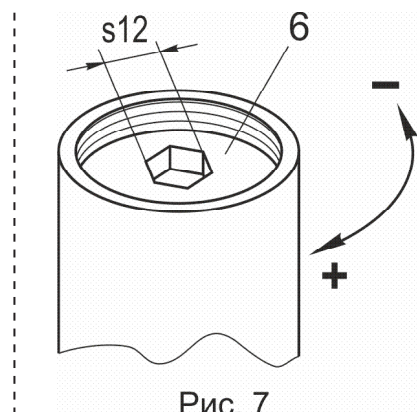

Рис. 7
- используя шестигранное отверстие ( $s12$ ) в регулировочном винте 6 (рис. 7) при его повороте по часовой стрелке можно увеличить давление на выходе регулятора до заданного значения. Поворачивая регулировочный винт 6 против часовой стрелки происходит уменьшение давления на выходе. После проведения регулировки защитную пробку 4 необходимо установить в прежнее положение.